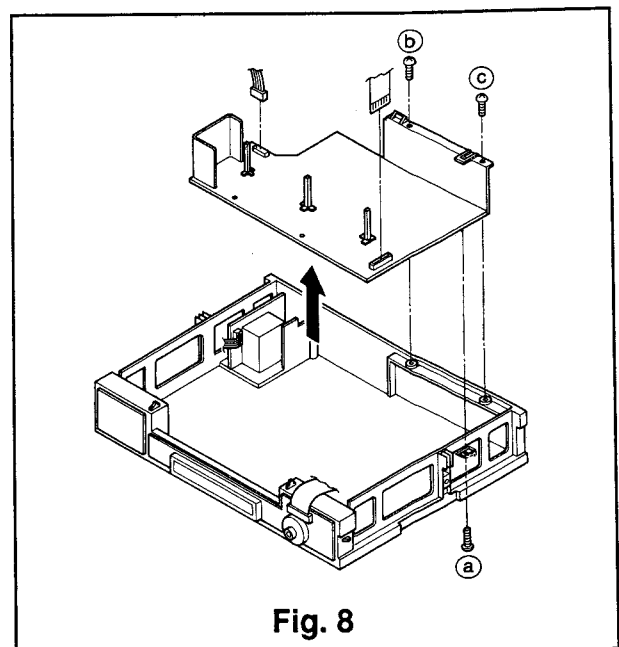

Fig. 8
- 4) S'il est nécessaire de déposer la carte à circuits imprimés principale, enlever la platine en se référant au Para. 4 du chapitre DEMONTAGE. Et enlever une vis de fixation (a) sur le dessous et deux vis de fixation (b, c) situées sur la carte du terminal antenne, illustrée dans la Fig. 8, et soulever la CCI principale pour l'enlever.